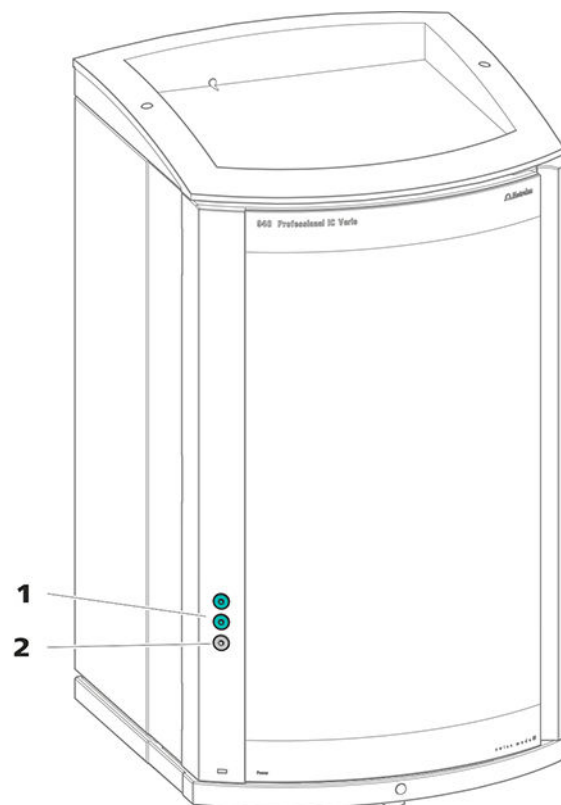

Figure 3 Passages sur la porte
- orifices sur la porte (voir Figure 3, page 15)